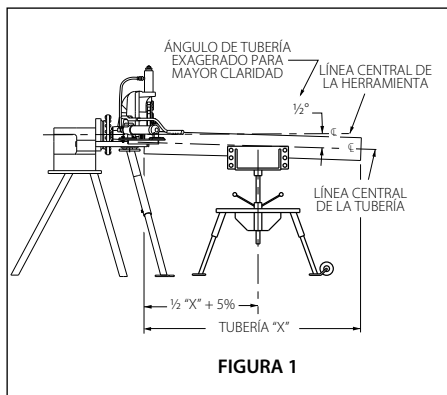

FIGURA 1
- La Figura 1 muestra el soporte ajustable para tubería Victaulic (VAPS 112). La unidad VAPS 112 es apta para tuberías de ¾" a 12". También está disponible el soporte modelo Victaulic VAPS 224 para tamaños de 2" a 24". Vea Accesorios en la página 26.
1. Posicione el soporte para tuberías a una distancia de la herramienta ligeramente mayor que la mitad de la longitud de la tubería a ranurar (vea la Figura 1).
3. Ajuste la altura del soporte para tuberías para posicionar la tubería a más o menos ½° bajo nivel. Vea la Figura 1. La tubería debe estar en posición sobre el rodillo inferior de la herramienta mientras verifica la posición bajo nivel.